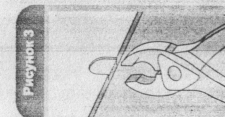

Рисунок 3
- обрежьте место кабельного ввода на корпусе (В) кусачками (Рис.3)